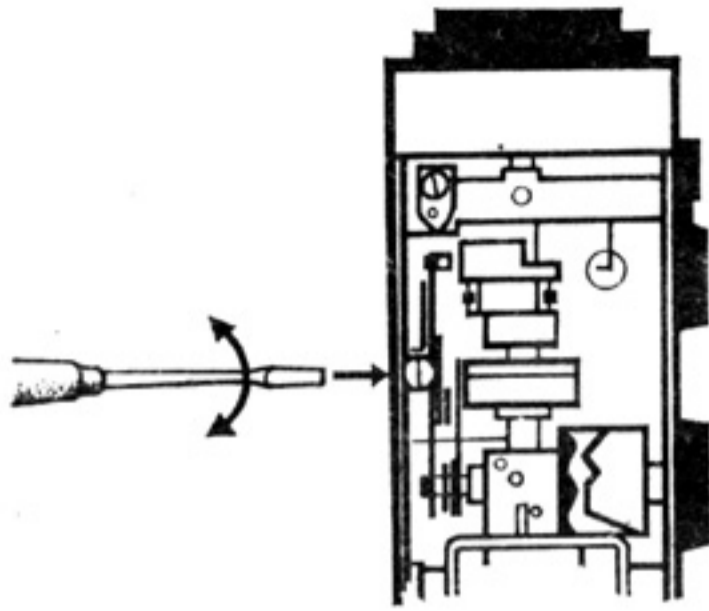

Рис. 70
48. Подрегулировка сверхэластичных швов (рис. 70)
работающей машине следует поворачивать указанный в рис. 70 винт с помощью отвертки, налево или направо до достижения оптимального вида строчки. Находящаяся под винтом шайба с цапфой служит в любом направлении упором.